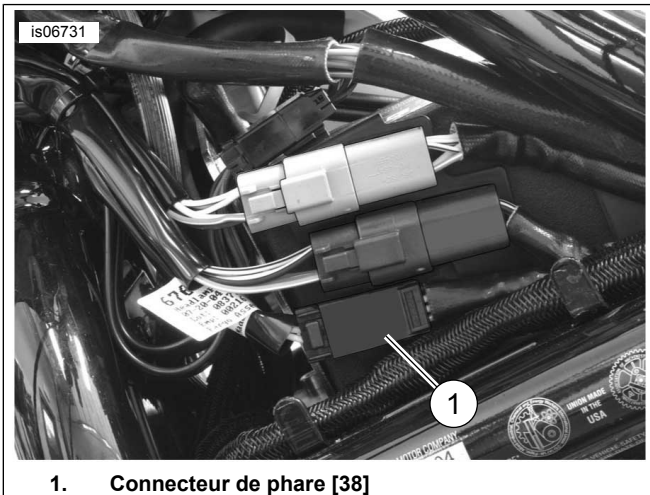

Figure 30. Emplacements d'épissure de fil (V-Rod 2005 et ultérieurs)
1. Consultez Figure 30 . Coupez le fil orange/blanc **du faisceau principal du véhicule** près du connecteur à broche [38A] (1) du phare.